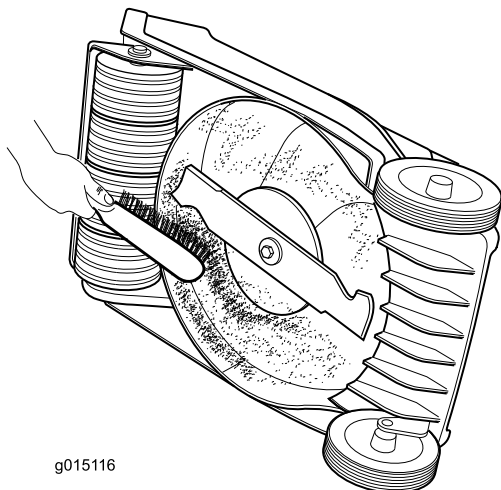

Рисунок 17
- Произведите очистку нижней стороны корпуса газонокосилки. Деревянным скребком или щеткой удалите грязь и скошенную траву (Рисунок 17).